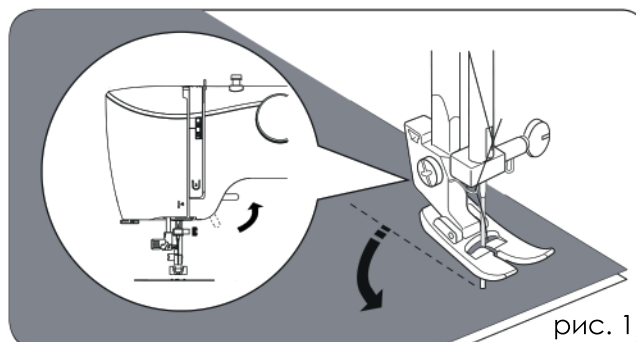

рис. 1
4. Вставьте новую иглу плоской стороной на колбе иглы от себя (рис.1 – 1).
5. Колба иглы должна войти до упора (рис. 1 – 2).
6. Затяните винт иглодержателя с помощью отвертки (рис. 1
- 1). Оставьте иглу в ткани, медленно повернув маховое колесо правой рукой на себя (рис. 1).